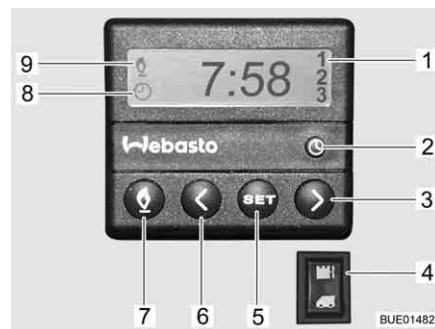

Fig. 207 Unidad de mando para la calefacción auxiliar
- Pulsar la tecla (Fig. 207,7). El funcionamiento de la calefacción se indica con el símbolo (Fig. 207,9). El ventilador apenas se conecta con una temperatura del agua de refrigeración de 30 °C.
- Pulsar la tecla (Fig. 207,7). Se apaga el símbolo (Fig. 207,9).
- Pulsar el interruptor (Fig. 207,4) por abajo. Se precalienta el motor. El ventilador se conecta inmediatamente.
- Pulsar el interruptor (Fig. 207,4) por arriba. El motor permanece frío.
- Pulsar la tecla (Fig. 207,2). El ajuste de la hora se indica con el símbolo (Fig. 207,8).
- Ajustar la hora con las teclas (Fig. 207,3 y 6).
- Pulsar la tecla (Fig. 207,5).
- Ajustar en 10 segundos el tiempo de conexión con las teclas (Fig. 207,3 y 6).
- Pulsar la tecla (Fig. 207,5) tantas veces como sea necesario hasta que aparezca en el display el número de programación (Fig. 207,1).